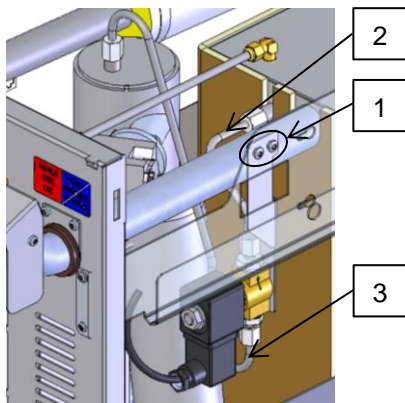

Abb. 4: Haltewinkel mit Magnetventil (YV 1) anbringen
- Haltewinkel mit Magnetventil an oberen Strebe mit 2x Schrauben (Kennzeichnung 1 → Abb. 4) montieren.
- Neuer Rohrbogen (Kennzeichnung 2 → Abb. 4) anbringen und 2x Verschraubung anziehen.
- Neuer Rohrbogen (Kennzeichnung 3 → Abb. 4) anbringen und 2x Verschraubung anziehen.